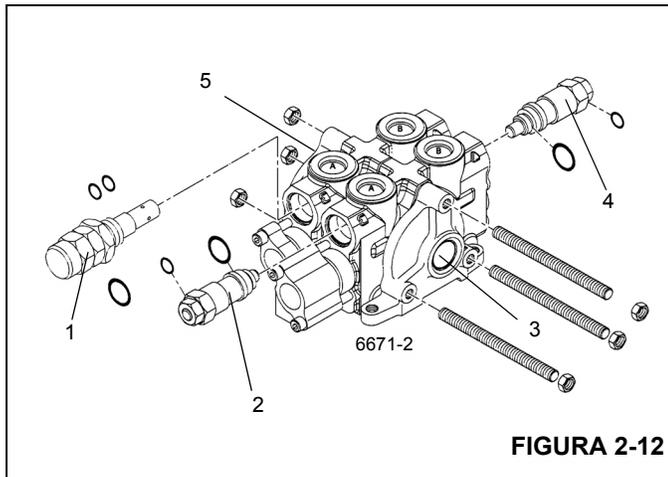

FIGURA 2-12
1. Instale el acoplador de desconexión rápida para diagnóstico con manómetro en la boquilla de la lumbrera de prueba de entrada de la válvula de giro Figura 2-12.